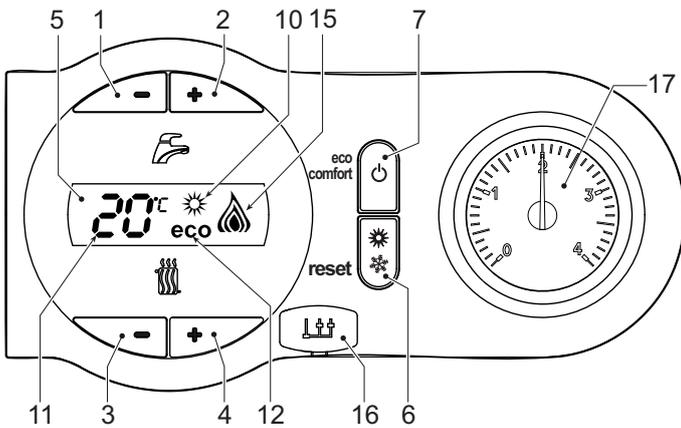
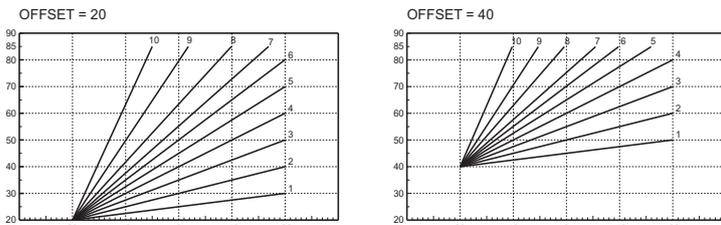

рис. 1 - Панель управления
рис. 6 - Пример параллельного смещения компенсационных характеристик
**Условные обозначения на панели управления рис. 1**
Во время запроса на отопление (направляемого комнатным термостатом или пультом ДУ с таймером)на дисплее отображается фактическая температура в контуре отопления (поз. 11 - рис. 1) и во время ожидания отопления - надпись "d2"
Во время запроса на ГВС (вызываемого потреблением горячей воды ГВС)на дисплее отображается фактическая температура выходящей горячей воды ГВС (поз. 11 - рис. 1) поочередно с надписью "SA" (ГВС) и во время ожидания подачи горячей воды - надпись "d1".
В случае неисправности (см. сар. 4.4) на дисплее отображается код неисправности (поз. 11 - рис. 1) и во время ожидания - надписи "d3" и "d4".
Нажмите кнопку "Вкл/Выкл" (поз. 7 - рис. 1) на 5 секунд.
Когда котел выключен, на электронный блок продолжает подаваться электрическое питание. При этом не происходит нагрева воды для систем отопления и ГВС. Остается активной система защиты от замерзания. Для повторного включения котла снова нажмите кнопку "Вкл/Выкл"(поз. 7 рис. 1) на 5 секунд.
Нажмите кнопку "Лето"/"Зима" (поз. 6 - рис. 1) на 2 секунды.
На дисплее высветится символ "Лето" (поз. 10 - рис. 1): При этом котел будет вырабатывать только воду для ГВС. Остается активной система антизамерзания.
Для выключения режима "Лето" вновь нажмите кнопку "Лето"/"Зима" (поз. 6 - рис. 1) на 2 секунды
Температура в системе отопления регулируется в пределах от 30°C до 85°C с помощью кнопок рис. 1 (дет. 3 и 4 - ); однако, не рекомендуется эксплуатировать котел при температуре ниже 45 °C.
Температура рис. 1в системе ГВС регулируется в пределах от 40°C до 50°C с помощью кнопок (поз. 1 и 2 - ).
Данное устройство может быть отключено пользователем (режим ECO), нажав клавишу **eco/comfort** (поз. 7 - рис. 1). При работе в режиме ECO на дисплее высвечивается соответствующий символ (поз. 12 - рис. 1). Для включения режима "КОМФОРТ" снова нажмите кнопку "Экономичный"/"Комфорт" (поз. 7 - рис. 1).
В режиме плавающей температуры величина, заданная с помощью кнопок регулировки температуры в системе отопления (Поз.3 - рис. 1), становится максимальной температурой воды, подаваемой в систему отопления. Рекомендуется устанавливать ее на максимальную величину, чтобы позволить системе выполнять регулировку во всем полезном рабочем диапазоне.
При нажатии на 5 секунд кнопки **"СБРОС"** (поз. 6 - рис. 1) открывается доступ в меню "Плавающая температура"; при этом на дисплее мигает символ "CU".
Используйте кнопки регулировки воды ГВС (поз. 1 - рис. 1) для выбора нужной компенсационной характеристики от 1 до 10. При установке характеристики на 0, режим "плавающей температуры" отключается.
При нажатии кнопок регулировки температуры отопления (поз. 3 - рис. 1) открывается доступ к параллельному смещению характеристик; при этом на дисплее мигает символ "OF". Используйте кнопки регулировки воды ГВС (поз. 1 - рис. 1) для параллельного изменения кривых в соответствии с характеристикой (рис. 6).
При повторном нажатии на 5 секунд кнопки **"Сброс"** (поз 6 - рис. 1) осуществляется выход из меню "Плавающая температура".